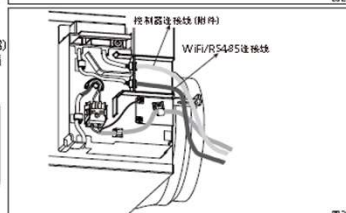

图3
③连接液晶控制器。(图3)
④连接WiFi设备/RS485设备。(图3)